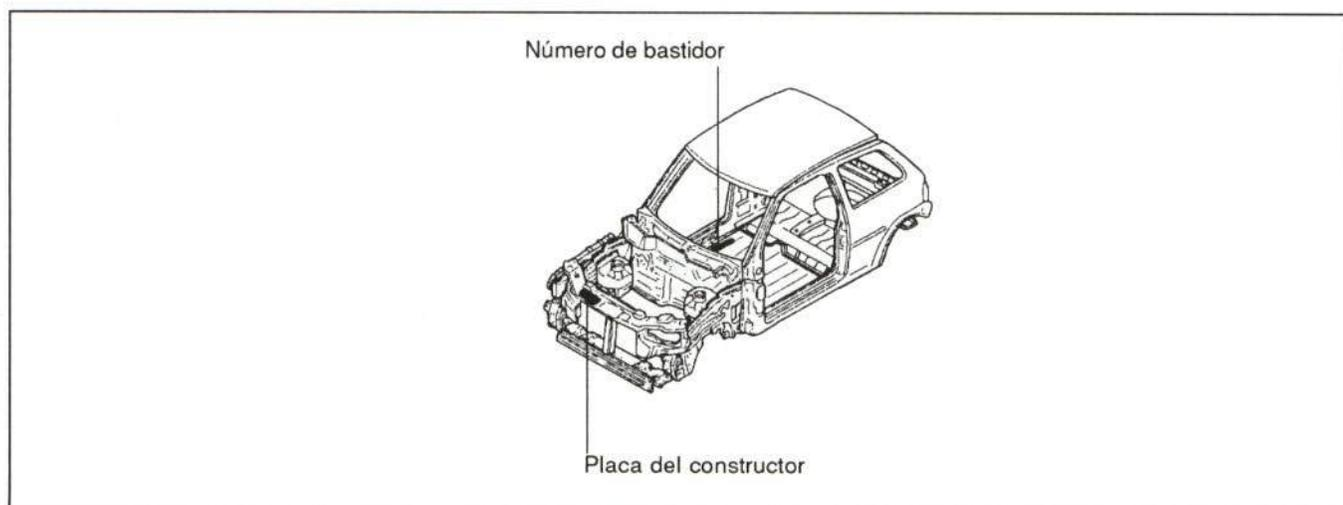
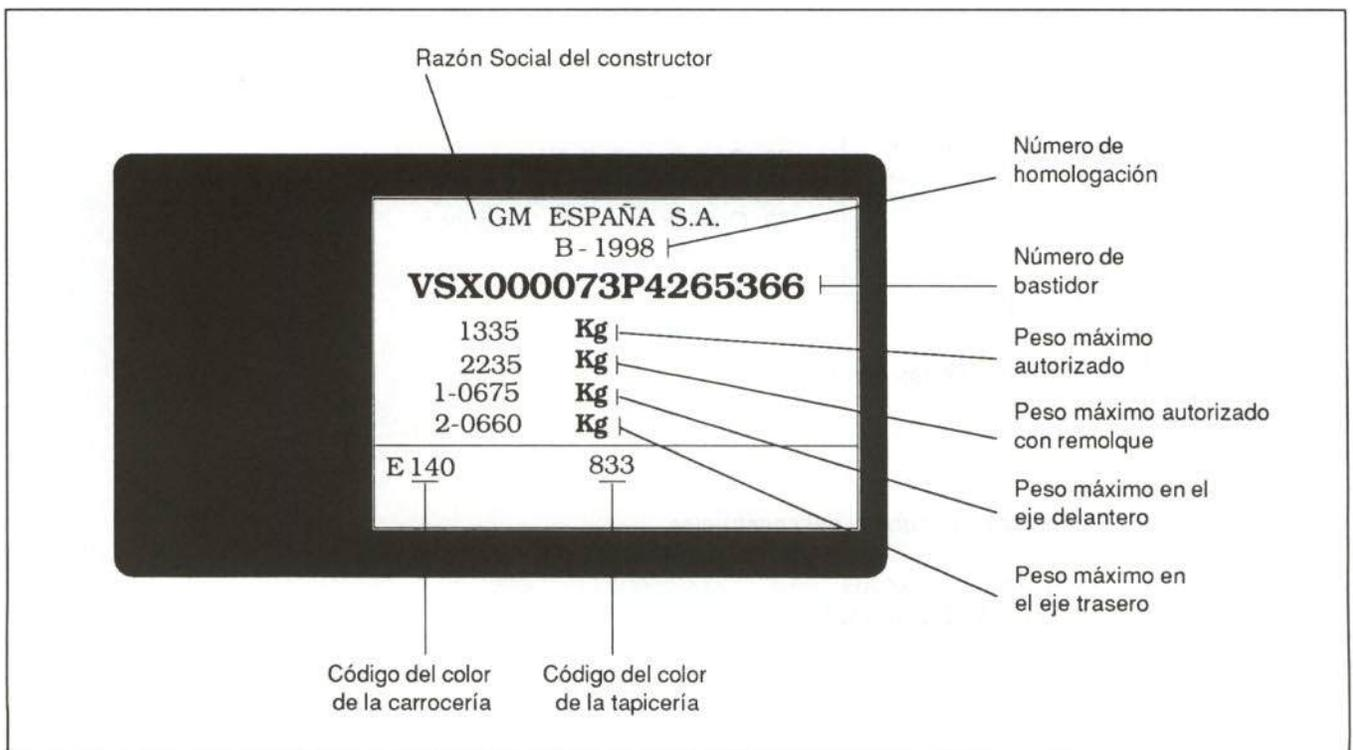

Figura 1.- Situación de las placas de identificación del vehículo
Figura 2.- Placa del constructor
Las características que identifican al vehículo se recogen, debidamente codificadas, en distintas placas situadas en la carrocería. En la figura 1 se indica la localización de estas placas.
• La placa del constructor se encuentra situada en el frente delantero, bajo el capó motor (figura 1). En la figura 2 se indica el significado de los distintos grupos alfanuméricos.